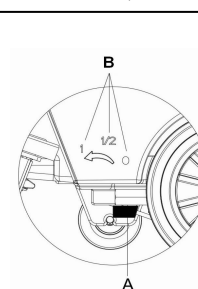

Figura 10
Reglarea mânerului supapei cu bilă (A, Figura 10) trebuie să se facă numai când comutatorul de alimentare cu energie (41) este pe poziția "O".
12. Volumul debitului de apă poate fi reglat prin intermediul mânerului supapei cu bilă (A, Figura 10) în funcție de cantitatea de apă necesară pentru rașchetarea podelei.
2. Mențineți apăsat butonul de siguranță (1) (așa cum se arată în Figura 10), împingeți pentru a deplasa mașina și începeți operația de curățare.